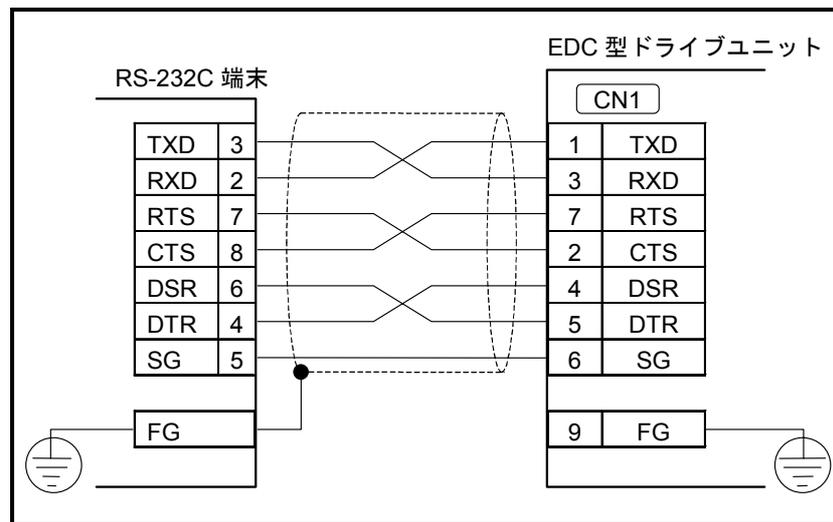
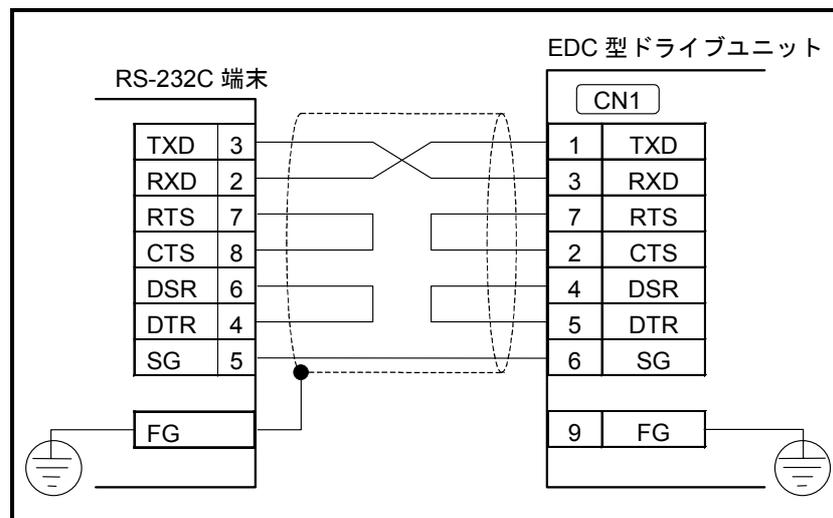

図 A-15 : RS-232C の配線, フロー制御あり
図 A-16 : RS-232C の配線, フロー制御なし
- 「図 A-15:RS-232C の配線, フロー制御あり」, 「図 A-16:RS-232C の配線, フロー制御なし」は RS-232C 端末として DOS/V 互換機 (D-sub9 ピンコネクタ) との接続時の配線例です。